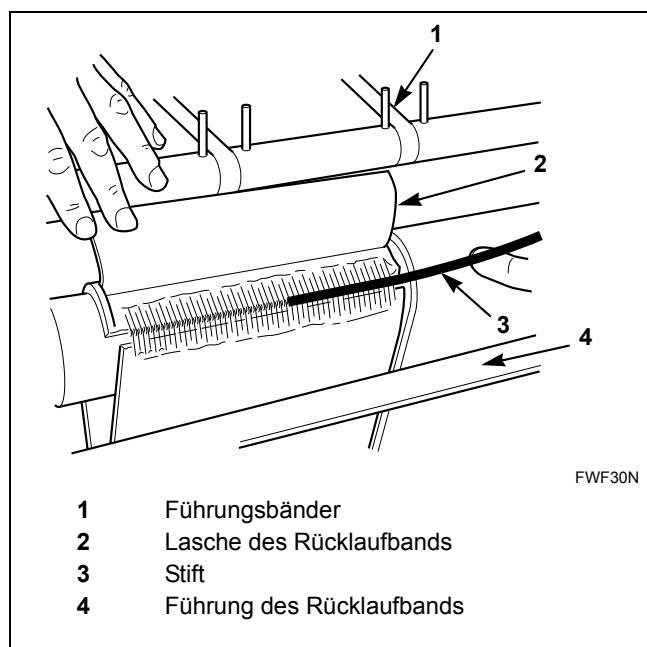

Abbildung 31
7. Ziehen Sie den Stift aus den Zähnen des Rücklaufbands. Siehe *Abbildung 31*.